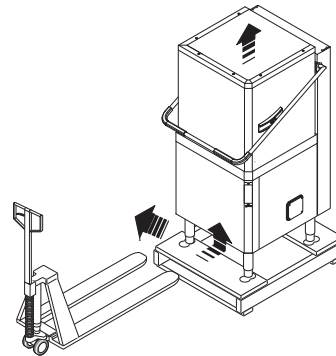

Figura 6 Posicionamento da máquina
- Levante a máquina com uma empilhadeira, retire a base de suporte e posicione-a no local de instalação (Figura 6).